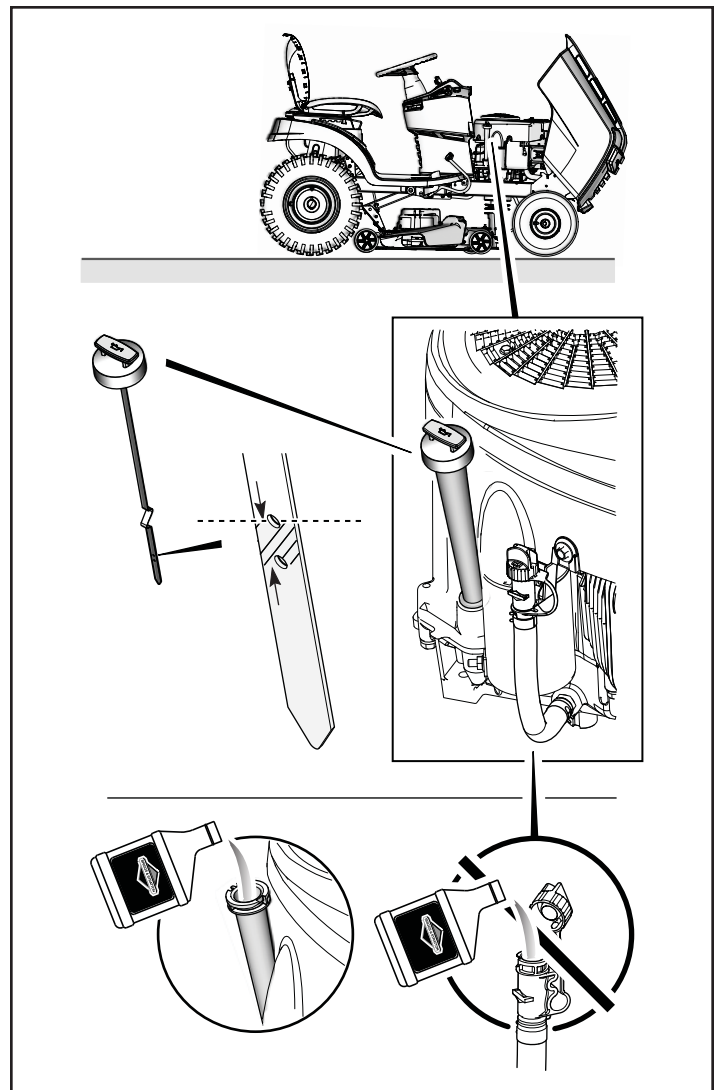

Figura 6
4. Remova a vareta e limpe-a com um pano limpo (veja a Figura 6).